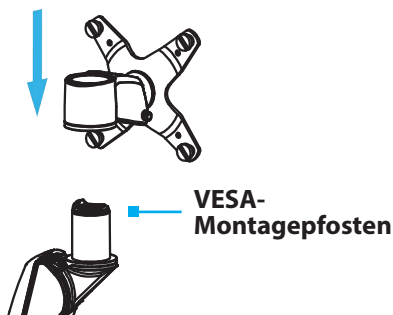

Abbildung 18
3. Setzen Sie die **VESA-Halterung** auf den **VESA-Montagepfosten**. (Abbildung 18)